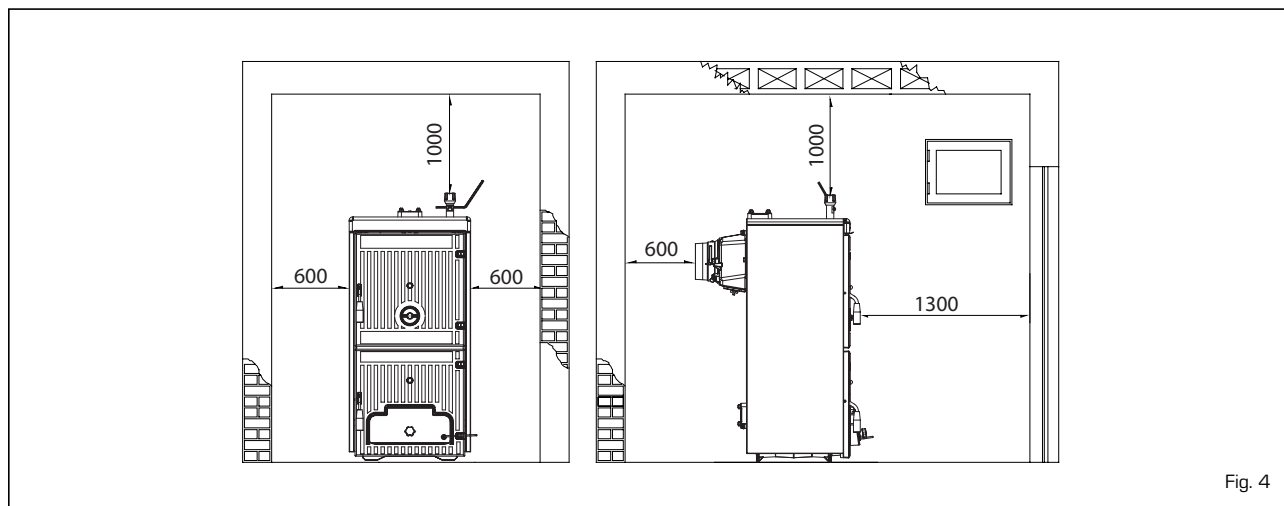

Fig. 4
4.1.1 Posicionamento em central térmica (fig. 4)